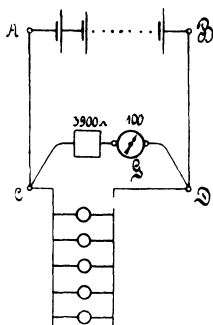

Fig. 19.
90. Eine Batterie besteht aus 10 [33] (120) hintereinander geschalteten Akkumulatoren von je 2 [1,95] (2,01) V Spannung und einem inneren Widerstand von 0,001 [0,002] (0,001) Ω pro Zelle. Der äußere Stromkreis wird gebildet aus den beiden 50 [80] (300) m langen, 1,5 [4] (8) mm dicken Kupferleitungen AC und BD (Fig. 19) und 5 [20] (100) parallel geschalteten Glühlampen von je 8 [80] (120) Ω Widerstand. Um die Spannung an den Punkten C und D zu messen, ist eingeschaltet ein Weston-Galvanometer G von 100 [100] (100) Ω nebst einem Vorschaltwiderstande von 3900 [4900] (19 900) Ω .